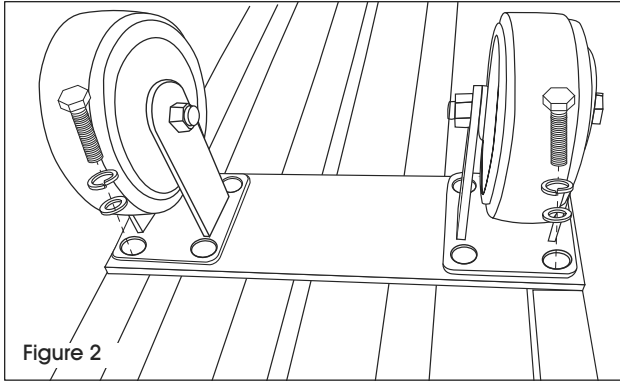

Figure 2
2. Mount large center casters to outer sides of deck with short hex bolts, large lock washers and large washers. Insert bolts down into deck. (See Figure 2)
2. Fixez les grandes roulettes centrales de chaque côté extérieur de la plateforme à l'aide des courts boulons à tête hexagonale, des grandes rondelles de blocage et des grandes rondelles. Insérez les boulons dans la plateforme. (Voir Figure 2)